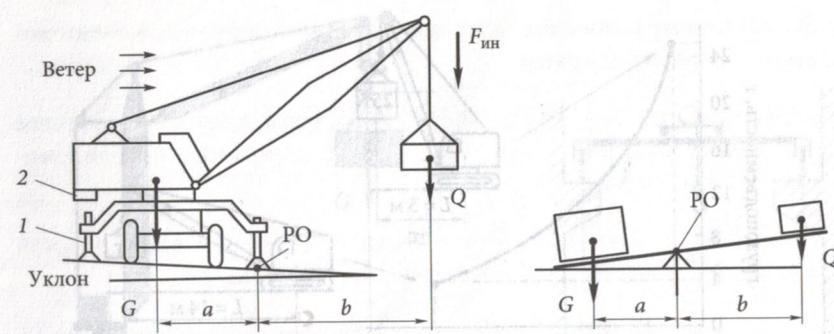

Рис. 2.4. Устойчивость крана:
- масса груза *Q* (рис. 2.4);
Стреловой кран является свободностоящей машиной, которая удерживается от опрокидывания собственной массой G (см. рис. 2.4). Масса крана создает **восстанавливающий момент**, равный произведению массы крана G на плечо a :